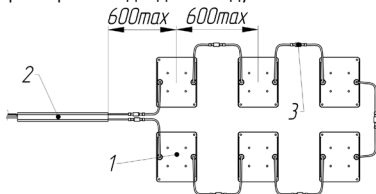

Рисунок 2 — Комплект светильников Geniled Griliato Tetris (на примере Комплекта 60Вт).
### 3.2. Комплект светильников Geniled Griliato Tetris состоит из основных частей (см. рисунок 2):
5.1. Светодиодные модули соединены между собой при помощи проводов с коннекторами типа «Папа-Мама». Максимальное расстояние между центрами светодиодных модулей 600мм (см. рисунок 2). При необходимости увеличения расстояния между светодиодными модулями и между модулями и блоком питания необходимо использовать соединительный провод Geniled 1м (или 2м) с коннекторами «Папа-Мама» (приобретается отдельно). На одно соединение можно устанавливать не более одного соединительного провода.